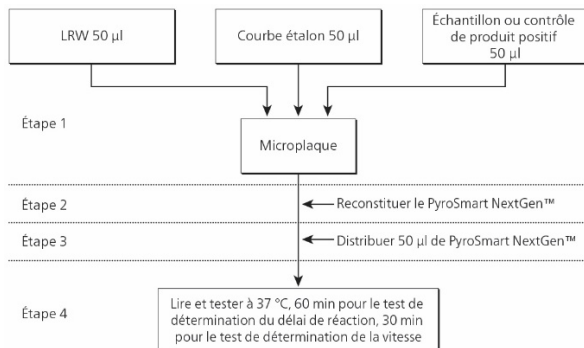

Figure 2 : Préparation de la microplaque
- Préparer la microplaque comme indiqué à la Figure 2. La mise en place des microplaques est décrite plus en détail ci-dessous.